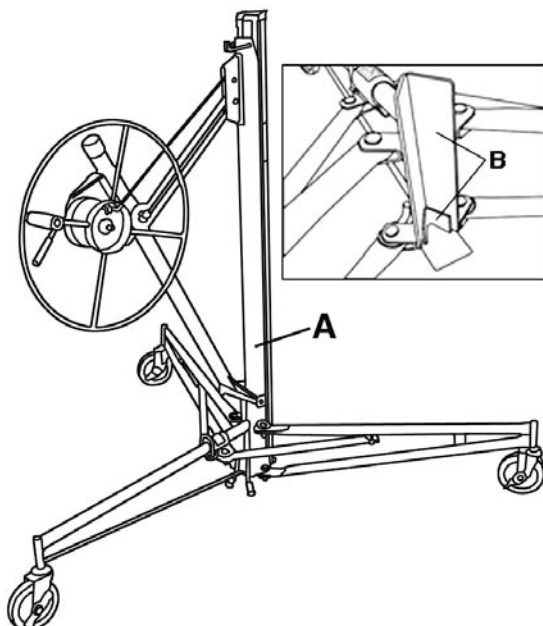

FIGURE 4
1) Installez le chassis télescopique (A) Fig.4 dans les angles en "V" (B) qui se trouvent sur le trépied. Positionnez le chassis en l'abaissant de 1 pouce entre les angles en "V" jusqu'à ce qu'il soit fixe.